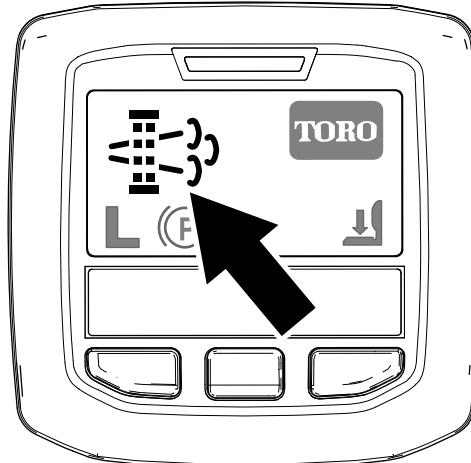

Bild 26
- Das Symbol für die geparkte Regenerierung wird im InfoCenter angezeigt (Bild 26).